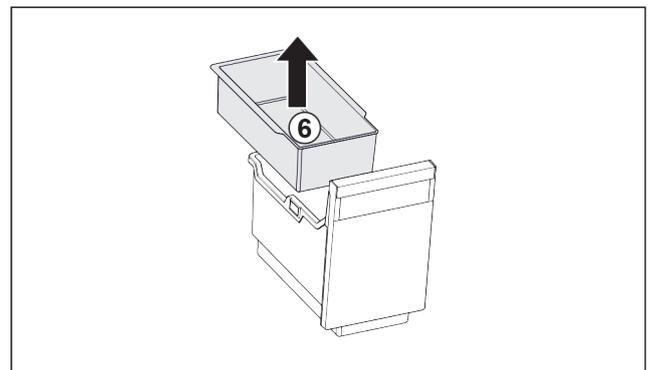

Fig. 90
- ▶ Odoberte závažnú misku Fig. 90 (6).